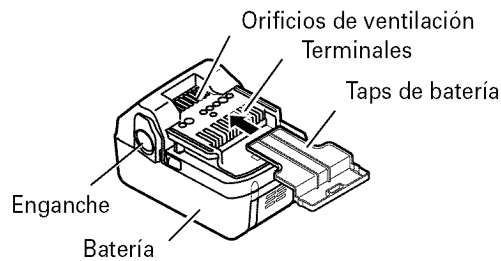

Fig. 1
- Instale el paquete de baterías en la herramienta eléctrica o almacénelo presionando la tapa de baterías hasta que se oculten los orificios de ventilación para evitar cortacircuitos. (Ver Fig. 1)